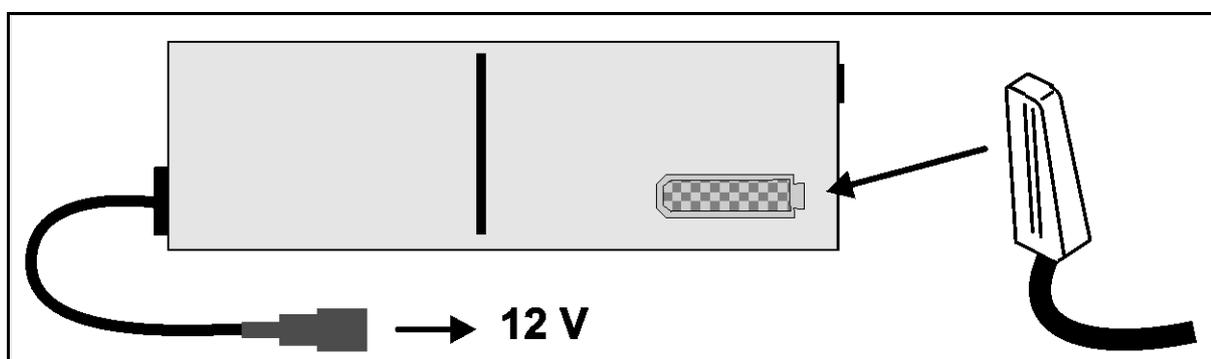

Рис. 5
2. Подсоедините панель управления **HYCLICK** (Рис. 5).